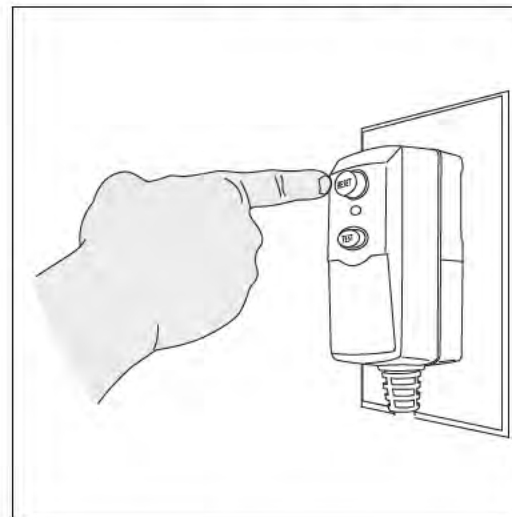

Fig. 19
- Desenrolle el cable de alimentación por completo y conecte el GFCI en una salida de 120 voltios a tierra. Pulse el botón 'reset' en el GFCI (Fig. 19). La ventana de indicador debe mostrar un color rojo. Esto debe hacerse cada vez que la unidad esté enchufada.